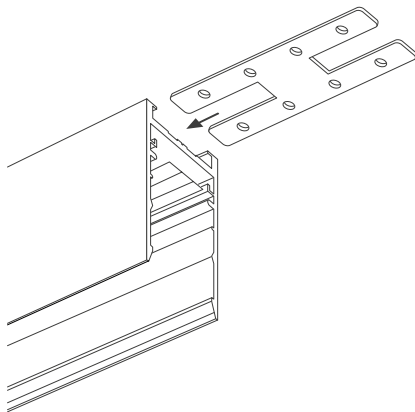

Рис. 4. Установка соединителей в пазы шинпровода
- 3.16. Установите в паз шинпровода коннектор прямой MAG-CON-25-UP арт. 033432 на половину его длины и закрепите установочными винтами из комплекта поставки (см. рисунок 4). В случае ее наличия, предварительно снимите торцевую заглушку. Ответную часть коннектора установите в соответствующие пазы другого шинпровода и/или коннектора и закрепите установочными винтами.